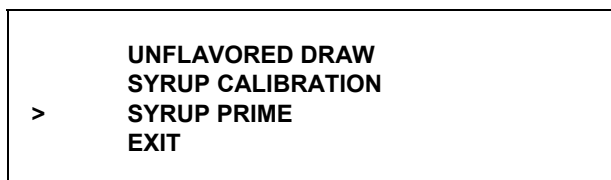

Рисунок 34
22. Нажмите на символ (АВТО) или символ (ДОПОЛНИТЕЛЬНЫЙ СИРОП), чтобы перевести стрелку к опции ЗАПРАВКА СИРОПА. (См. рис. 34)